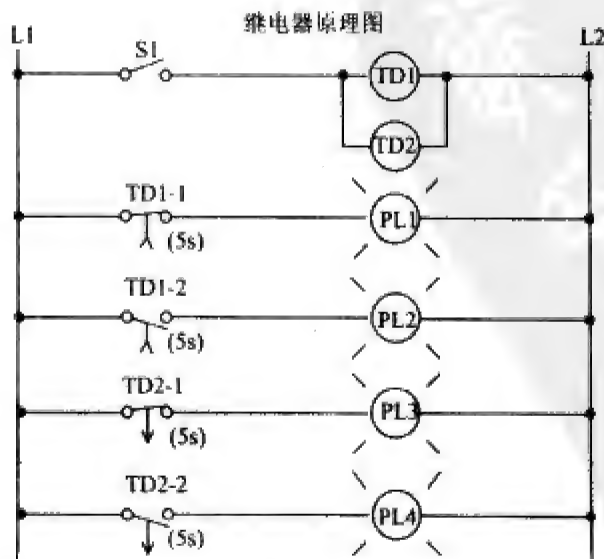

图 7-30
1. a. 根据图 7-30 中的继电器原理图，陈述在经过以下各顺序事件后的指示灯状态（打开或闭合）：